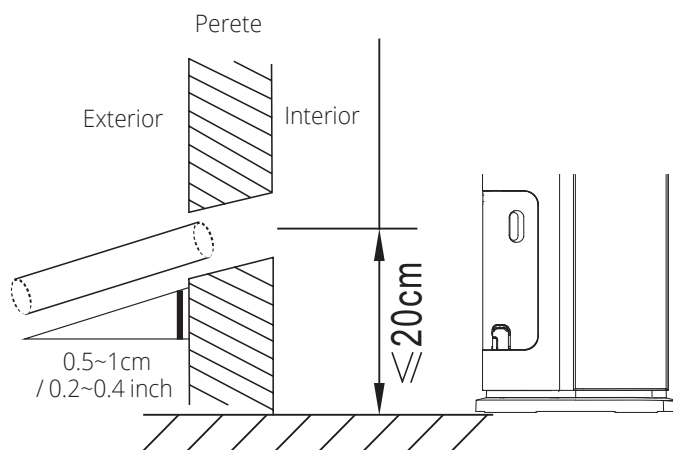

Fig. 6.2
6. Folosind un burghiu de 65 mm (2,5"), faceți o gaură în perete. Asigurați-vă că gaura este făcută într-un unghi ușor înclinat în jos, astfel încât capătul din exterior al găurii să fie cu aproximativ 1 cm (0,4") mai jos decât cel din interior. Aceasta va asigura o bună evacuare (A se vedea Fig. 6.2). Puneți manșeta protectoare în gaură. Aceasta protejează marginile găurii și ajută la etanșare când finalizați procesul de instalare.